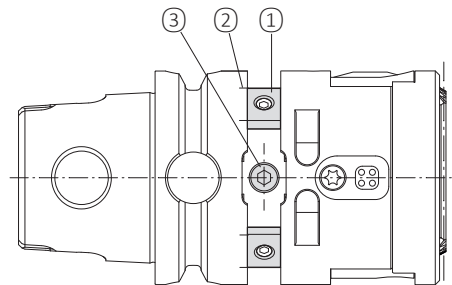

図8
## 4.4 バランス調整 (図8)
バランス調整用溝の入り口にねじプラグ③ (図8) がない状態で工具を使用してはいけません。